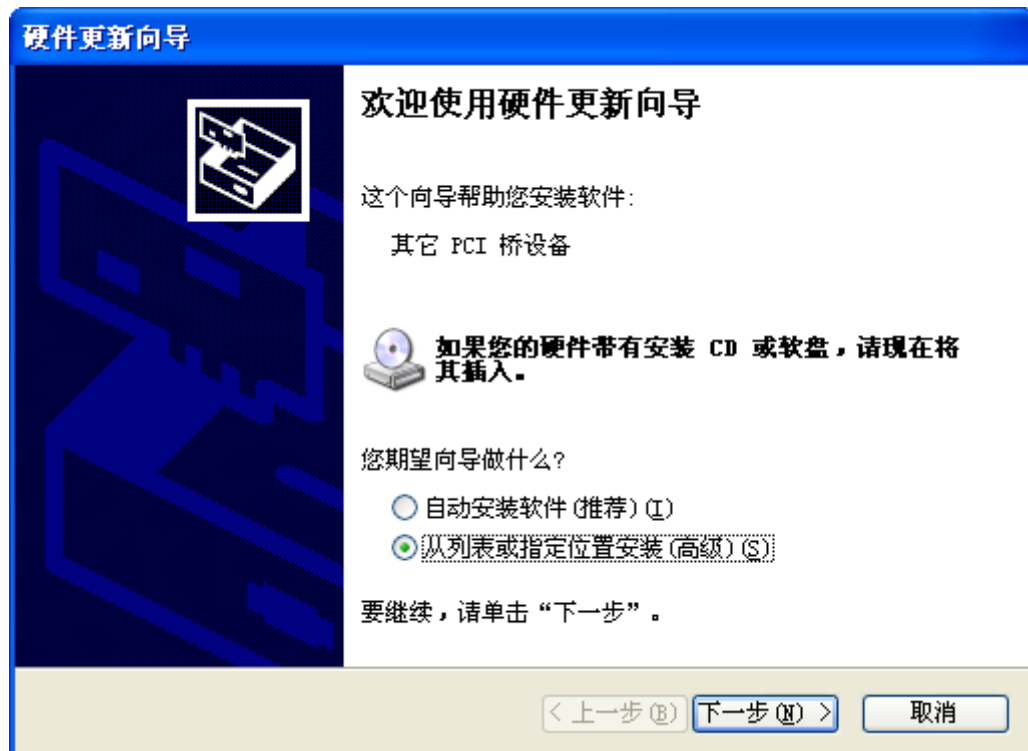

图 3.1 从列表或指定位置安装
1. 选择“从列表或指定位置安装”，如图 3.1，单击“下一步”继续。